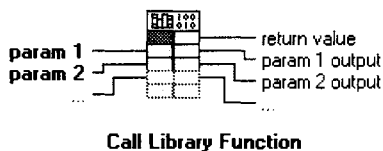

Рис. 12.51. ВП Вызов библиотечной функции
2. Если у вас имеются уже скомпилированные функции – библиотеки динамических связей (Dynamic Link Libraries – DLL) в системах Windows, разделяемые библиотеки (Shared Libraries) в UNIX и кодовые фрагменты (Code Fragments) в MacOS – используйте ВП **Вызов библиотечной функции** (Call Library Function) из палитры **Расширенные** (Advanced) LabVIEW – рис. 12.51.